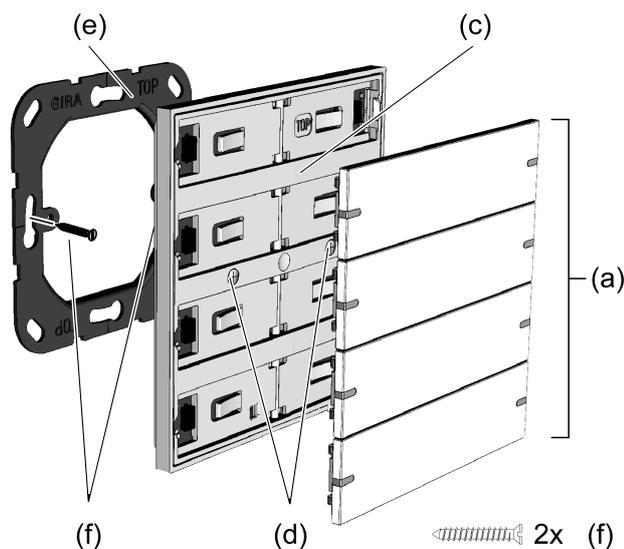
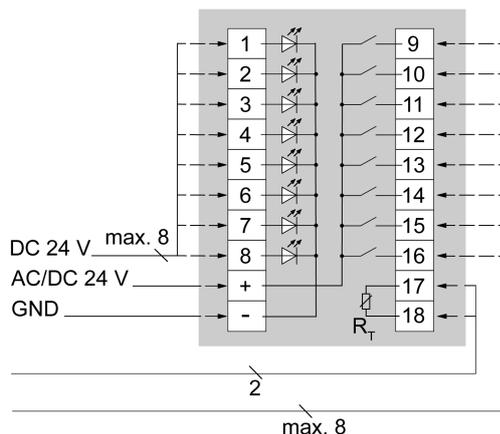

Figura 2: Montaggio dell'apparecchio
Figura 3: Collegamento sensore a pulsante quadruplo
Esploso (Figura 2)
Montaggio e collegamento dell'apparecchio (Figura 2), (Figura 3)
- Collegare il sensore a pulsante (c) come in (Figura 3)